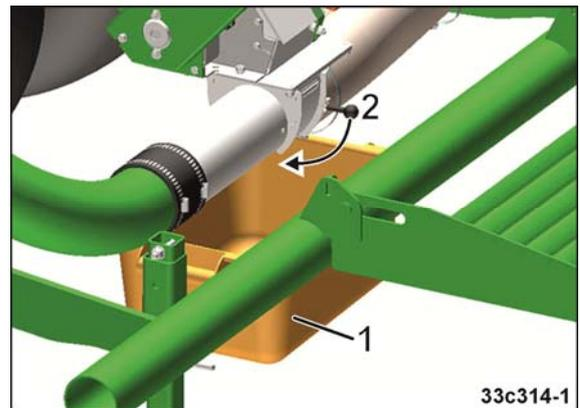

Fig. 58
3. Auffangbehälter (Fig. 58/1) unter Dosierer stellen.
4. Injektor-Schleusenklappe (Fig. 58/2) öffnen.